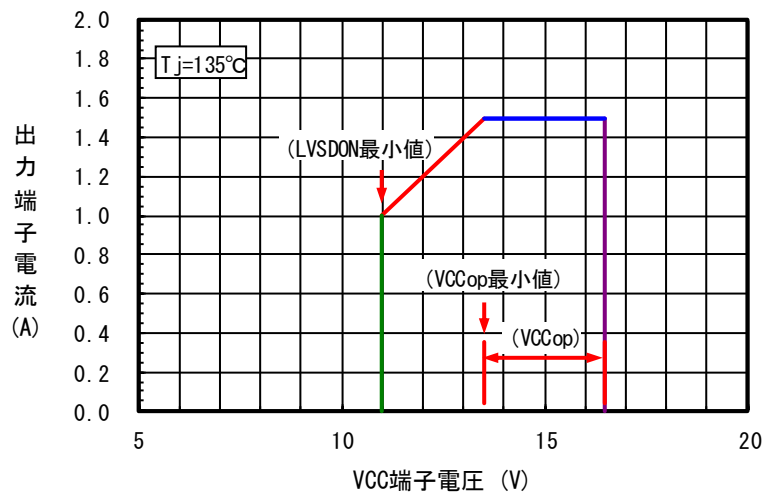
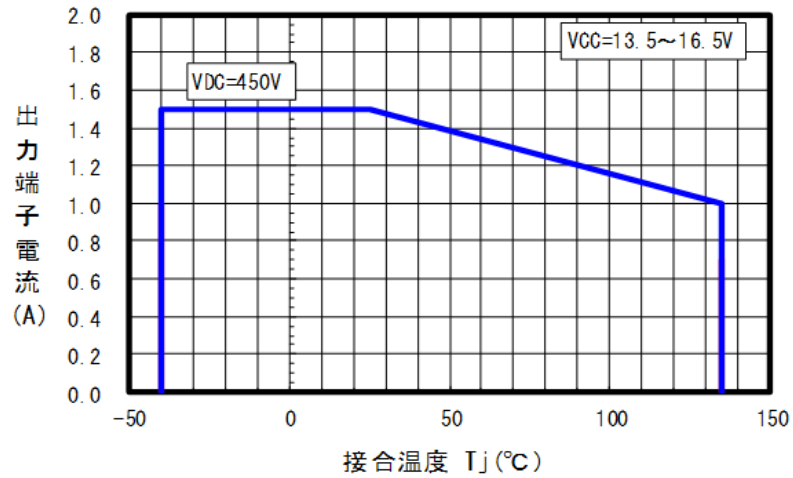

図4.2.1 VCC端子電圧に対する電流ディレーティング
図4.3.1 接合温度に対する電流ディレーティング
VCC端子電圧に対する電流ディレーティングを図4.2.1に示します。
出力端子の電流は、図4.2.1のディレーティングカーブ範囲内で使用してください。
接合温度に対する電流ディレーティングを図 4.3.1 に示します。
出力端子の電流は、図 4.3.1 のディレーティングカーブ範囲内で使用してください。
電流制限設定においては、電流制限用基準電圧 (V_{ref1}) ばらつき、シャント抵抗 (R_s) ばらつき、遅延時間を考慮し、ご使用の条件に応じて図4.2.1または図4.3.1のいずれか低い方の電流値以下としてください。